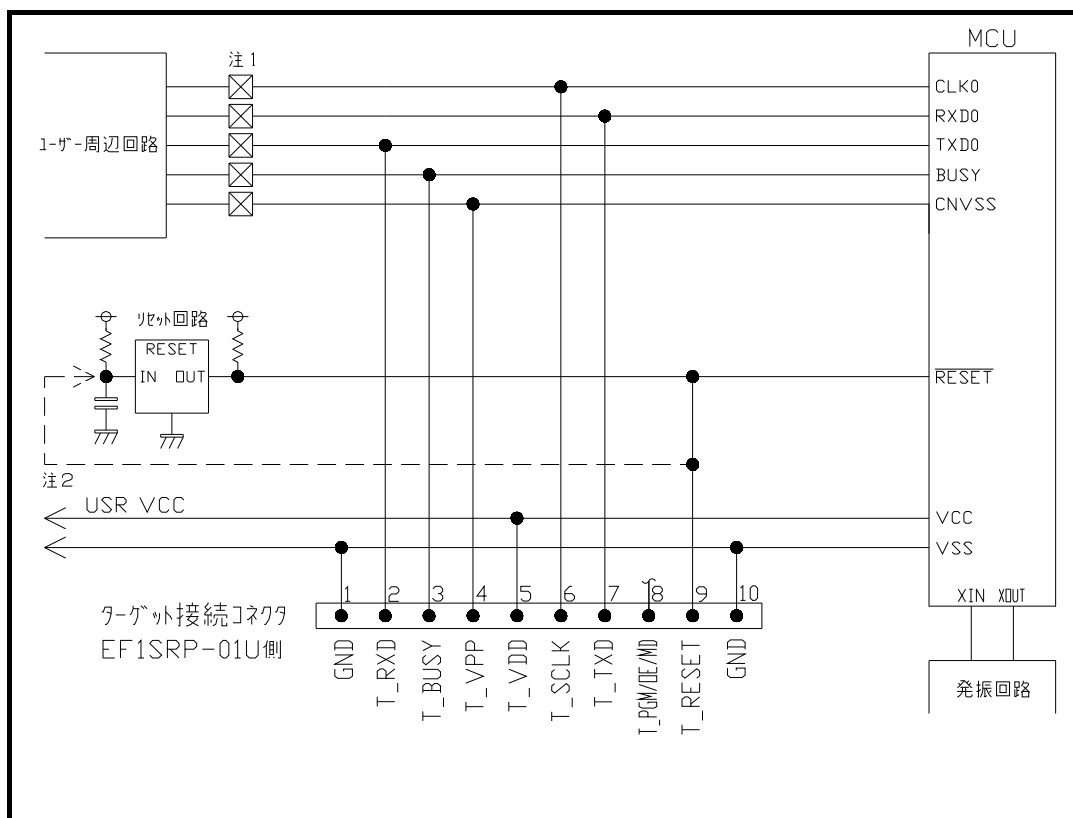

図4.1 ターゲットMCU周辺回路例
(1) M16C/21シリーズをご使用される場合のターゲットMCU周辺回路例を図4.1に示します。